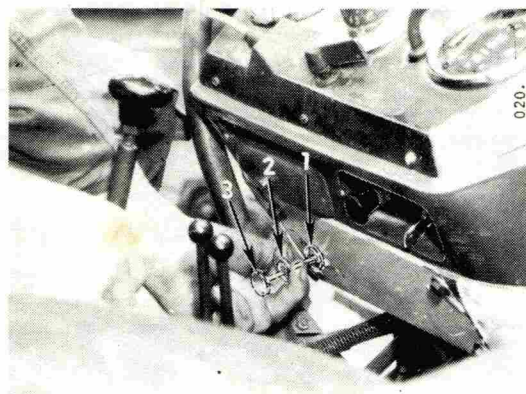
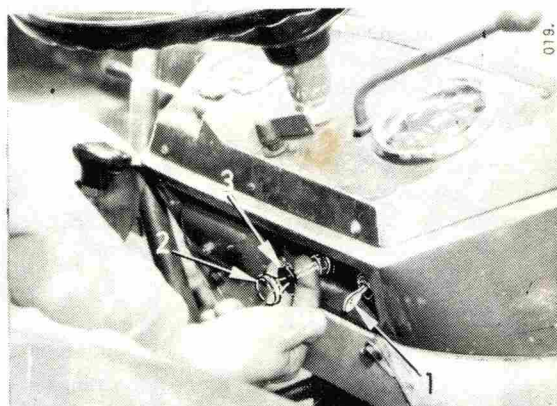

Fig. 12
Fig. 13
- Introduire la clé (1) Fig. 13 et la tourner en position "1". Les lampes de contrôle de charge, de pression d'huile moteur et d'Amplimatic doivent s'allumer.
- Amener la tirette de stop au premier cran (2) Fig. 12 et la maintenir dans cette position.
- Tirer à fond le bouton de démarrage pour l'amener en position (2) Fig. 13; ce qui actionne le démarreur. Lorsque la température extérieure est basse et avoisine zéro degré, amener d'abord le bouton de réchauffage-démarrage en position (3) Fig. 13 et le maintenir dans cette position pendant 15 à 20 secondes avant de le tirer à fond.
Pour arrêter le moteur, placer la manette d'accélération complètement en avant, dans la position de ralenti. Maintenir tirée la tirette de stop en position (3) Fig. 12 jusqu'à l'arrêt du moteur. Ne tournez ensuite la clé du commutateur en position "0" que lorsque le moteur est arrêté (Fig. 13).